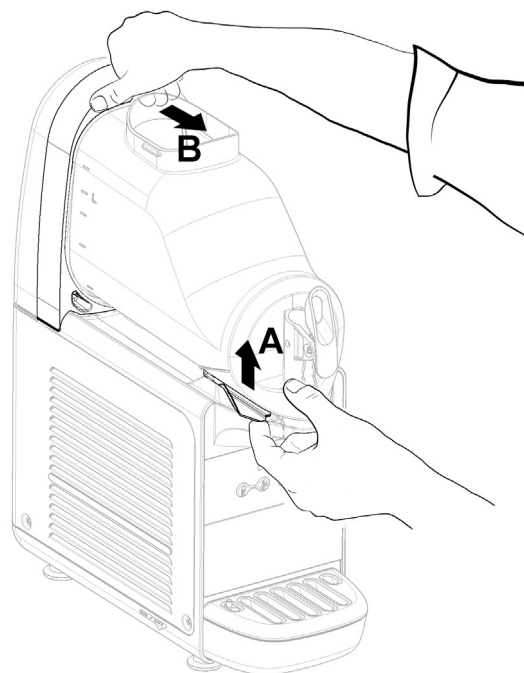

figura 3
**2** Per smontare il contenitore è necessario spingere verso l'alto l'apposita leva (vedere figura 3) e quindi sfilare il conteni-